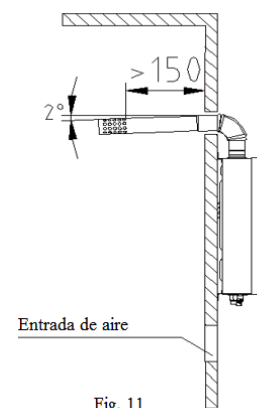

Fig. 11
- Utilice la chimenea suministrada por nuestra empresa, refiriéndose a la Fig. 11 sobre el método de instalación. Si el conducto de humos es demasiado corto, puede extenderlo adecuadamente. Revise el conducto de humos y vea si hay daños o fugas cada medio año.
- La distancia horizontal del conducto de humos, cuanto más corta sea es mejor. El extremo del conducto de humos debe tener una inclinación de 20° hacia abajo (Fig. 11), para permitir que el agua de condensación salga.